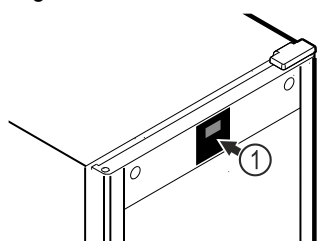

Fig. 52 Beispielhafte Darstellung
Das Thermometer ist werkseitig bereits kalibriert (Offset von +6 Kelvin). Wenn die Innenraumtemperatur von der Temperaturanzeige Fig. 52 (1) abweicht, können Sie das Thermometer kalibrieren.